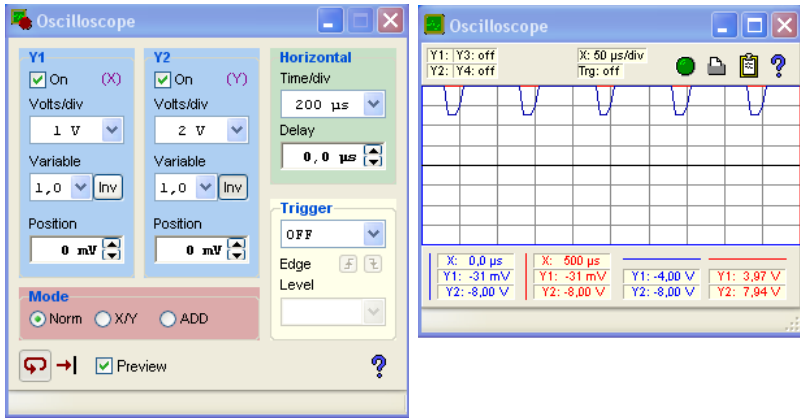

Рис. 10. Окна осциллографа и панели настроек
8. Открыть осциллограф и панель настройки (рис. 10).